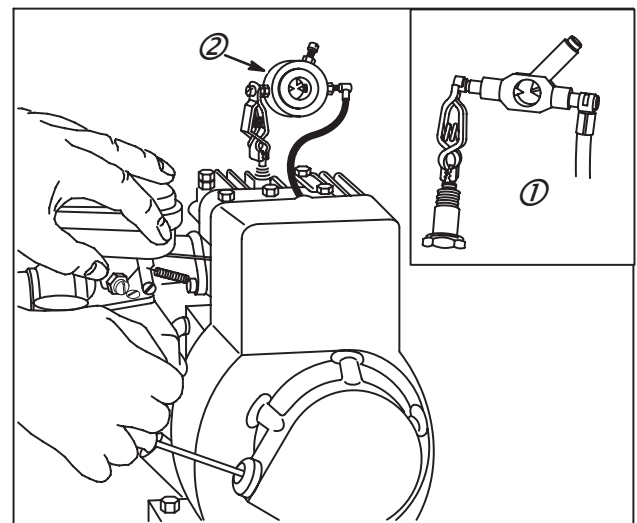

Fig. 3
1. Placer l'éclateur, Réf. : **19051** (2) ou **19368** (1), en série entre la bougie et le câble H.T., Fig. 3.